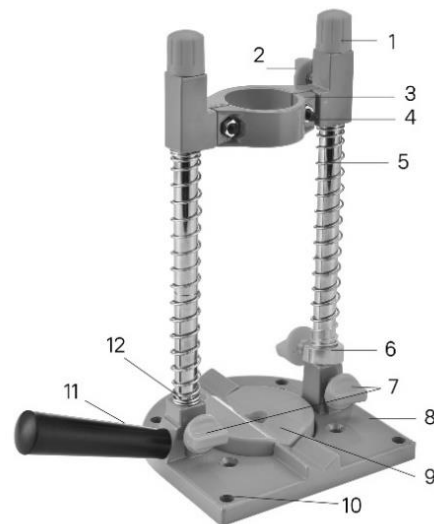

Рис.1
Для сборки стойки необходимо вставить направляющие (5) в предназначенные отверстия как это показано на рис.1 и зафиксировать с помощью винтов (7)